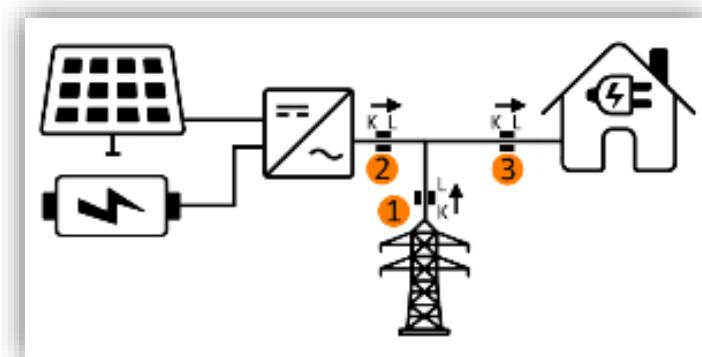

Figura 102. Esquema de instalación con paneles solares y batería
En este apartado se define en qué puntos de la instalación debe hacerse la medición para tener un correcto funcionamiento de la pestaña global del monitor de energía. En la Figura 102 se muestra el esquema de una instalación con placas solares y batería:
- **Instalación sin placas solares ni batería:** solo se tendrá el punto 1 mostrado en el esquema de la Figura 102.